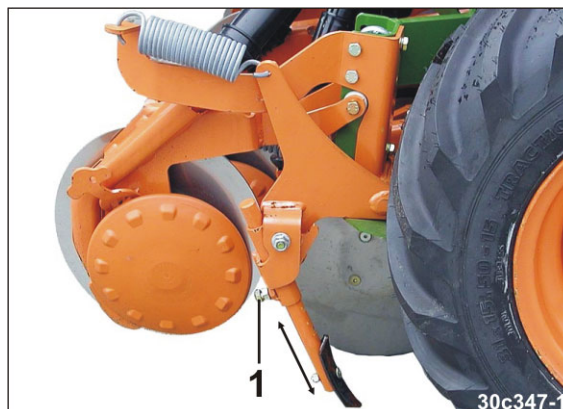

Fig. 182
- 1.1 Løsn skruen (Fig. 182/1).